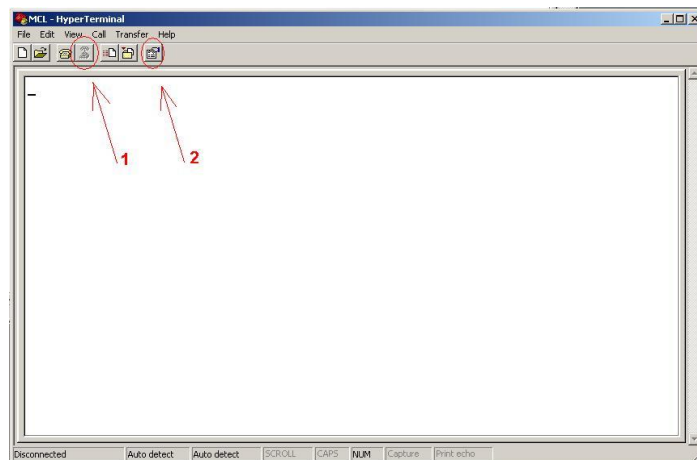

Рис. 5
1. Нажмите кнопку «Disconnect» как показано на рис. 5;
2. Нажмите кнопку «Properties» как показано на рис. 5;